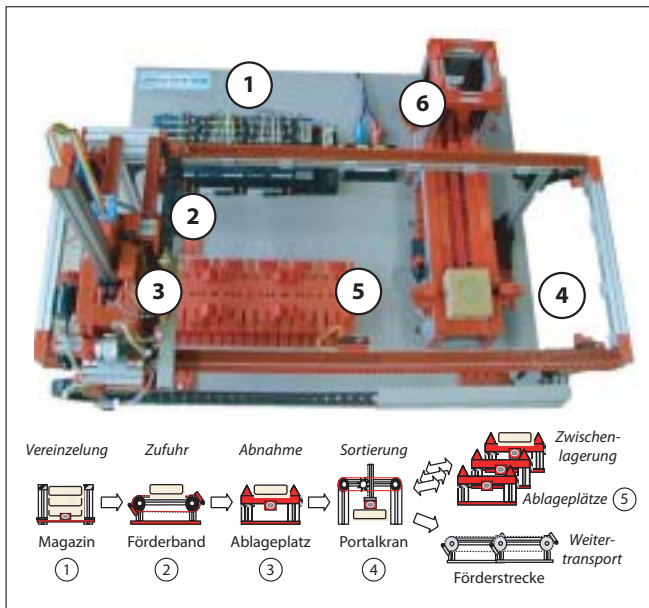

Bild 8: Gesamtansicht, Aufbau und Materialfluss der Demonstrationsanlage.
Die Wirkungsweise der Agentenunterstützung wird anhand des Engineerings einer fördertechnischen Demonstrationsanlage betrachtet. Es handelt sich um eine stationäre Transporteinrichtung zur Weitergabe von Werkstücken aus einer Speichereinrichtung an eine Sortier- und Zwischenlagereinrichtung, wie sie z. B. in stark automatisierten Fertigungsbetrieben zum Einsatz kommt. Bild 8 oben zeigt die Gesamtansicht, Bild 8 unten zeigt den schematischen Aufbau und den Materialfluss der Demonstrationsanlage. Alle Förderkomponenten besitzen analoge Signalanschlüsse, die über E/A-Module (6) an einen Feldbus angeschlossen sind.